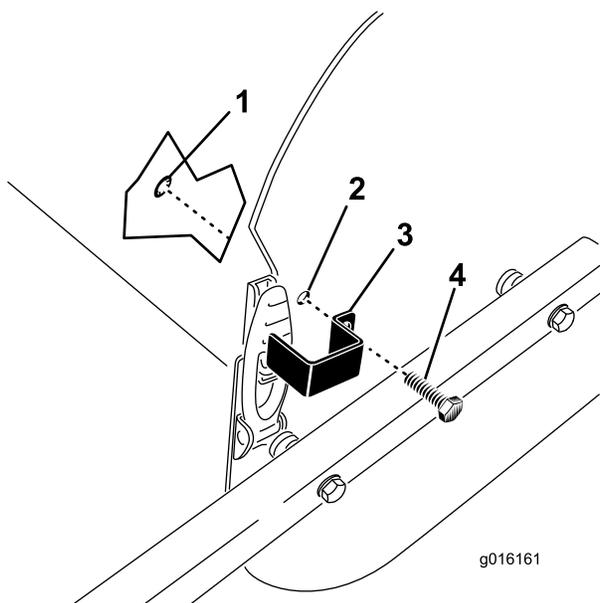

Figura 31
1. Posicione a placa do trinco sobre o trinco do capot alinhando o furo de montagem com o furo da placa lateral (Figura 31).
2. Prenda a placa do trinco à placa lateral com um parafuso de cabeça hexagonal e um anel de retenção (Figura 31).